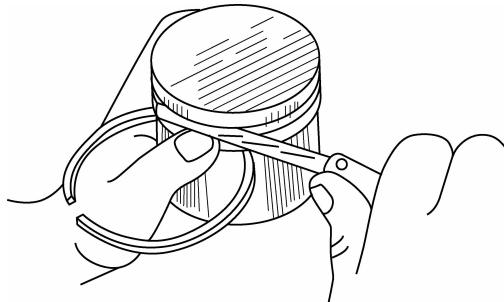

图 2-13 检查活塞环侧隙
(1) 检查活塞环侧隙。活塞环侧隙是指活塞环与环槽的间隙,用塞尺检查活塞环侧隙,如图 2-13 所示。新活塞环侧隙应为  $0.02\sim0.05\text{ mm}$ ,磨损极限值为  $0.15\text{ mm}$ 。
(2) 检查活塞环开口间隙。活塞环开口间隙是指将活塞压入气缸后活塞环开口的间隙,测